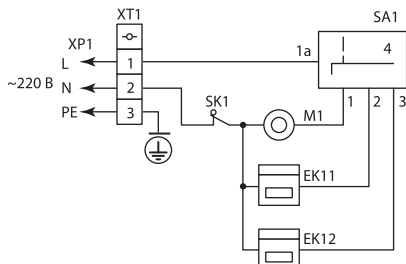

Рисунок 2. Электрическая схема тепловой завесы ЗТС-1
7.2. Подключение тепловой завесы ЗТС-2 производится напрямую к щиту питания сети 230 В кабелем\* с сечением не менее 3х2,5. В щите питания для защиты электропроводки от перегрузок должен быть установлен автоматический выключатель на 25 А, который используется, как разъединитель цепи. Подключение проводить согласно электрической схеме (рисунок 2 – ЗТС-1 с вилкой и проводом; рисунок 2 – ЗТС-2 без вилки и провода).